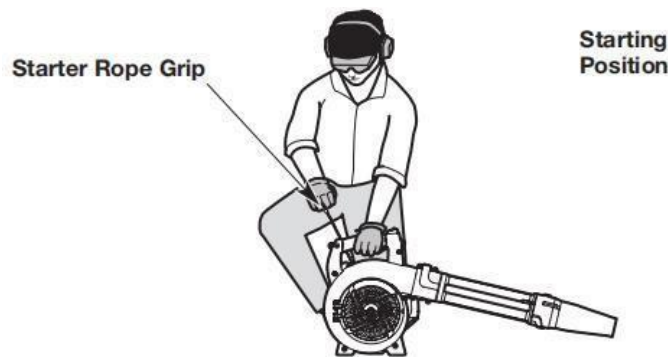

Fig. 7
Voorkom dat de machine per ongeluk wordt gestart. Om ernstig letsel te voorkomen, moeten de bediener en de machine zich in een stabiele positie bevinden wanneer u aan het starttouw trekt (Fig. 7).
- f) Bedien de gashendel NIET. Hurk neer in de startpositie (fig. 7).
- g) Bedien de gashendel NIET. Trek met een beheerste en regelmatige beweging 3 tot 5 keer aan het starterkoord om de motor te starten (fig. 7).